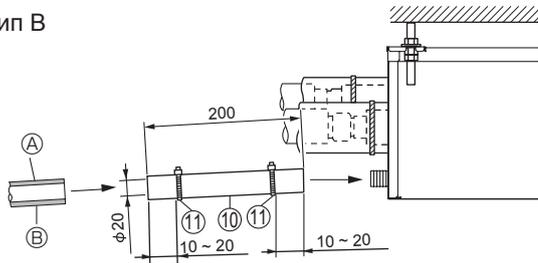

Fig. 8-1
- (1) Нанесите ПВХ адгезив (приобретается на месте) на дренажное соединение ответственной коробки и насадите присоединяемый дренажный шланг 0 на соединение как можно дальше. (Fig. 8-1)
- (2) Вставьте жесткую ПВХ трубу (VP-16, приобретается на месте) в присоединяемый дренажный шланг ⓐ, нанесите клей и закрепите ее. (Fig. 8-1)
- (3) Наденьте зажим ⓑ на присоединяемый дренажный шланг ⓐ. (Fig. 8-1)